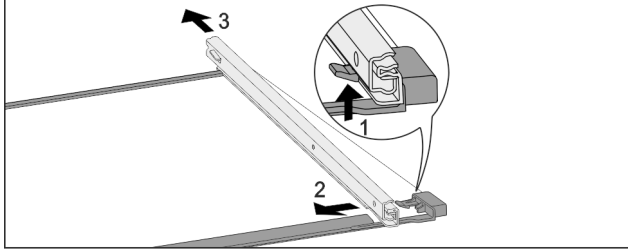

Fig. 205 Raylar bulunan cam plaka
- Ön yerleşme çengelini yukarı doğru bastırın. Fig. 205 (1)
- Dışarı çekme rayını yana Fig. 205 (2) ve arkaya Fig. 205 (3) doğru kaydırın.